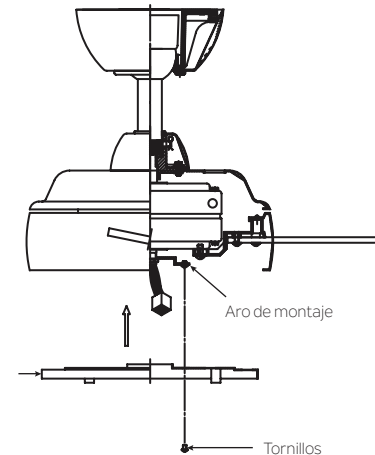

Fig. 15
**Paso 1.** Afloje los dos tornillos que están en el aro de montaje sujeto al asta del motor. “Quite” y guarde el tercer tornillo. (Fig. 15)